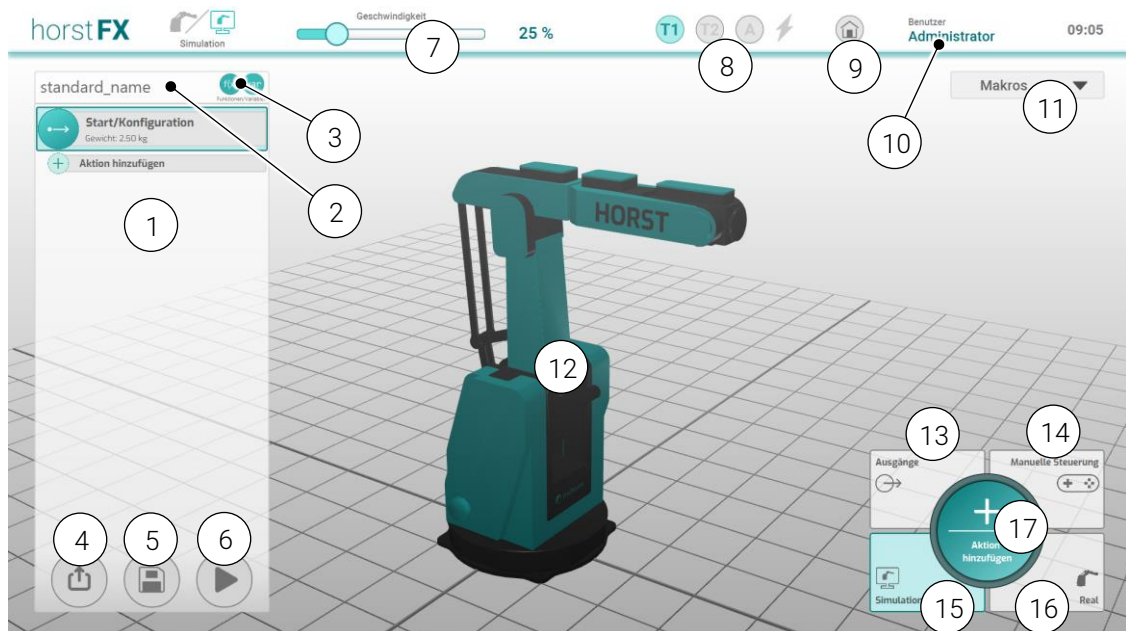

Abb. 6-4: Programmiersicht
Mit Antippen eines Platzhalters oder des Buttons **Aktion hinzufügen** (s. Abb. 6-4) (15) in der Programmieransicht erscheint der **Aktionsauswahl-Bereich**. Für jede Aktion, die ausgewählt wird, öffnet sich ein entsprechendes Aktionsfenster mit diversen Konfigurations- und Auswahlmöglichkeiten zu der Aktion. Zudem wird dem Programmbaum ein entsprechender Programmbaustein hinzugefügt, und zwar immer unter den zuletzt selektierten Programmbaustein oder anstelle eines Platzhalters.